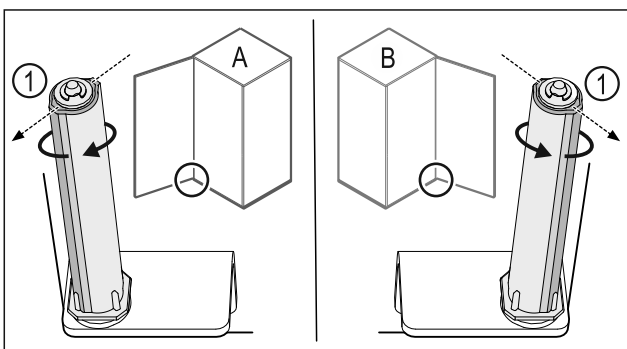

Fig. 55 Розкриття ліворуч (A) / Розкриття праворуч (B)
- ▶ Систему закриття повертати проти опору доки перемичка системи закриття Fig. 55 (1) не показуватиме назовні.